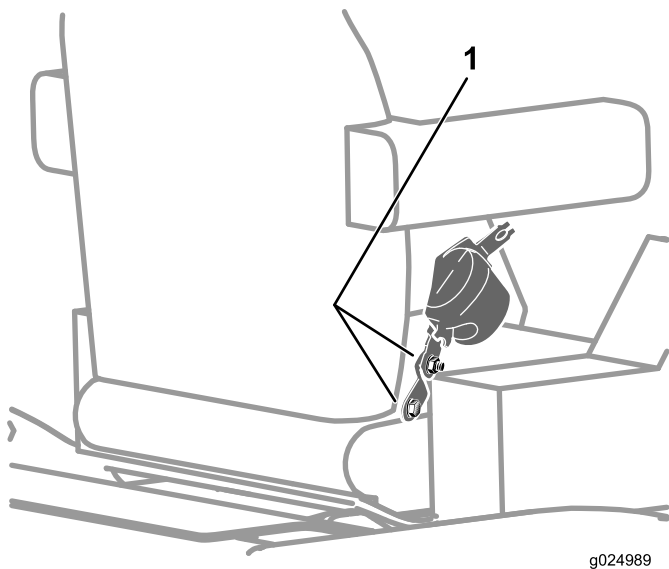

Рисунок 119
2. Проверьте, чтобы болты и гайки крепления устройства выдвижения ремня безопасности и пряжки были затянуты с моментом от 47 до 61 Н•м (от 35 до 45 фунт-дюймов); см. Рисунок 119.